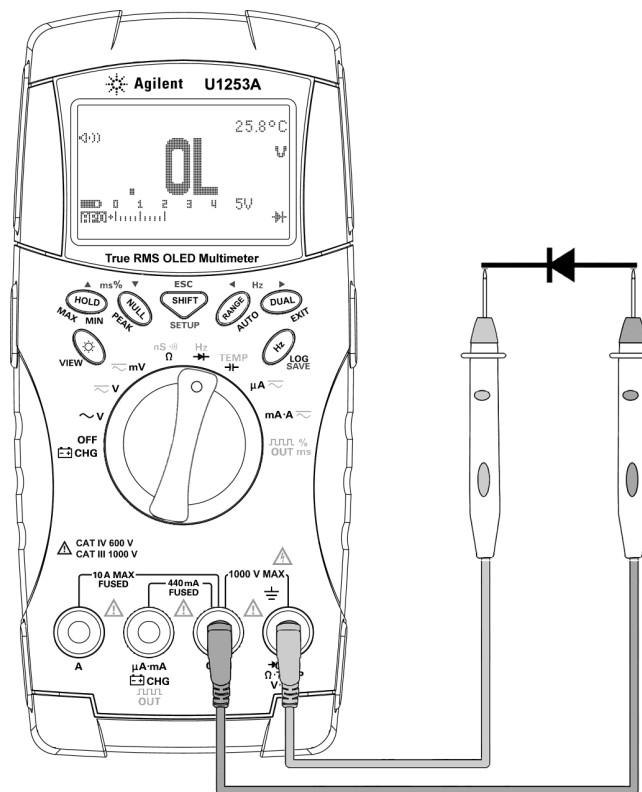

Figure 2-11 Mesure de la polarisation inverse d'une diode
- 5 Inversez les sondes et mesurez de nouveau la tension aux bornes de la diode (reportez-vous à la Figure 2-11 à la page 48). Évaluez la diode selon les critères suivants :